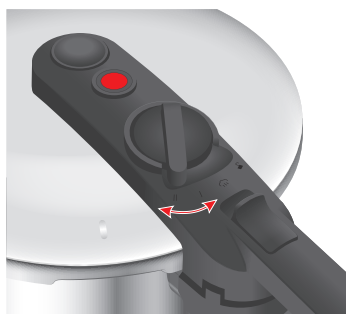

Fig. 11: Indstilling af tilberedningstrinet
1. Indstil det ønskede tilberedningstrin på trykreguleringen (se fig. 11).